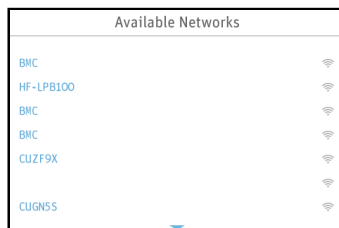
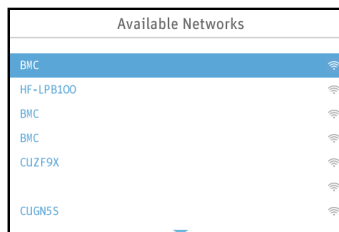

Fig. 16-7
Fig. 16-8
(3) Interfața de configurare „**WiFi**” afișează un anumit număr de rețele WiFi disponibile într-o ordine aleatorie, așa cum se arată în Fig. 16-7. Dacă sub lista de rețele WiFi apare un simbol de trecere la altă pagină , acesta indică faptul că, atunci când cursorul este pe ultima rețea WiFi de pe pagina respectivă, utilizatorul poate roti **butonul rotativ**  spre dreapta pentru a vedea rețelele WiFi rămase, așa cum se arată în Fig. 16-8. Dacă rețeaua WiFi dorită nu apare în listă, deconectați dispozitivul de la sursa de alimentare, conectați-l din nou la sursa de alimentare, apoi repetați pașii (1) (2) pentru a căuta rețele WiFi. Continuați să căutați până când se găsește rețeaua WiFi dorită.